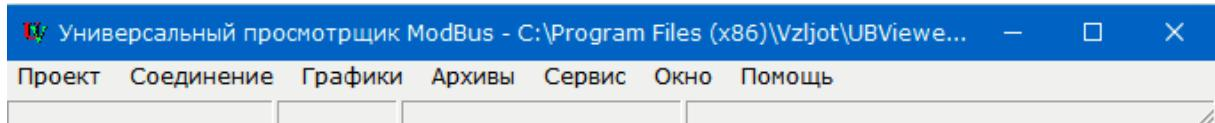

Рис.3. Вид строки меню программы «Универсальный просмотрщик».
- 2.1.1. Запустить на ПК программу «Универсальный просмотрщик». После чего в появившейся строке меню программы (рис.3) выбрать **Проект\Открыть\Projects** и запустить файл «Лайт М RTC (пользовательский) версия 2.X.vpr» (далее – «Монитор»).